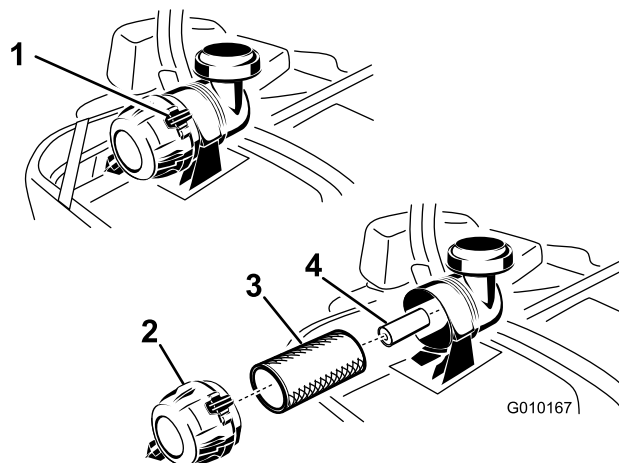

Figure 47
3. Appuyez sur les attaches du filtre à air pour les ouvrir et détachez le couvercle du corps du filtre à air (Figure 47).
5. Sortez l'élément principal du corps du filtre avec précaution (Figure 47). Évitez de cogner l'élément à l'intérieur du corps.
1. Ne nettoyez pas l'élément en papier ; remplacez-le (Figure 47).
2. Si vous remplacez l'élément secondaire, insérez-le avec précaution dans le corps du filtre (Figure 47).
3. Placez ensuite l'élément principal sur l'élément secondaire avec le même soin (Figure 47). Assurez-vous qu'il est bien engagé en appuyant sur le rebord extérieur.
- Montez le couvercle, reniffard en bas, et tournez-le pour que les attaches verrouillent le couvercle en place (Figure 47).